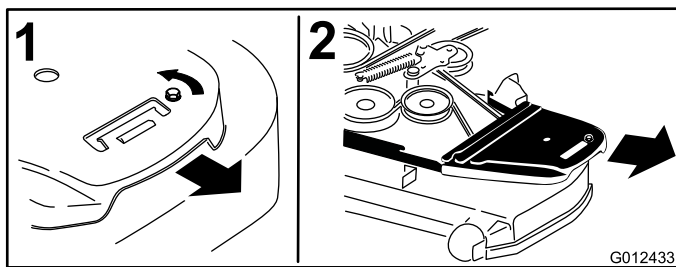

Bild 55
4. Entfernen Sie die Riemenabdeckungen und die Schrauben (Bild 55).